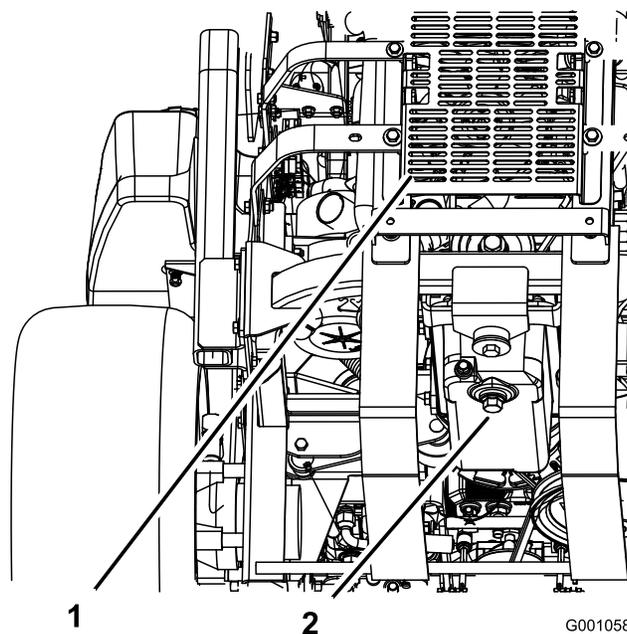

Figura 44
5. Collocate una bacinella sotto lo spurgo dell'olio. Togliete il tappo dell'olio e lasciate defluire completamente l'olio (Figura 44).